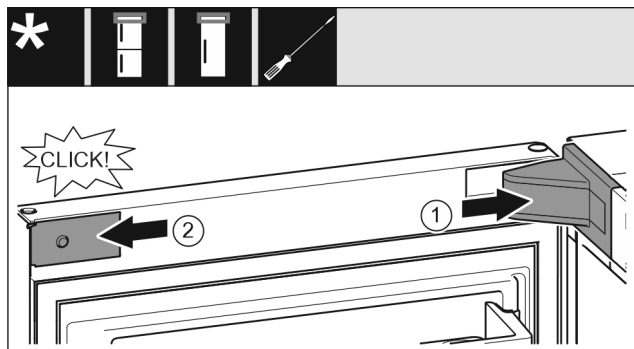

Fig. 21
- ▶ Colocar y encajar la cubierta del soporte de apoyo; dado el caso, separar presionando con cuidado. Fig. 21 (1)
- ▶ Colocar y encajar lateralmente el panel. Fig. 21 (2)